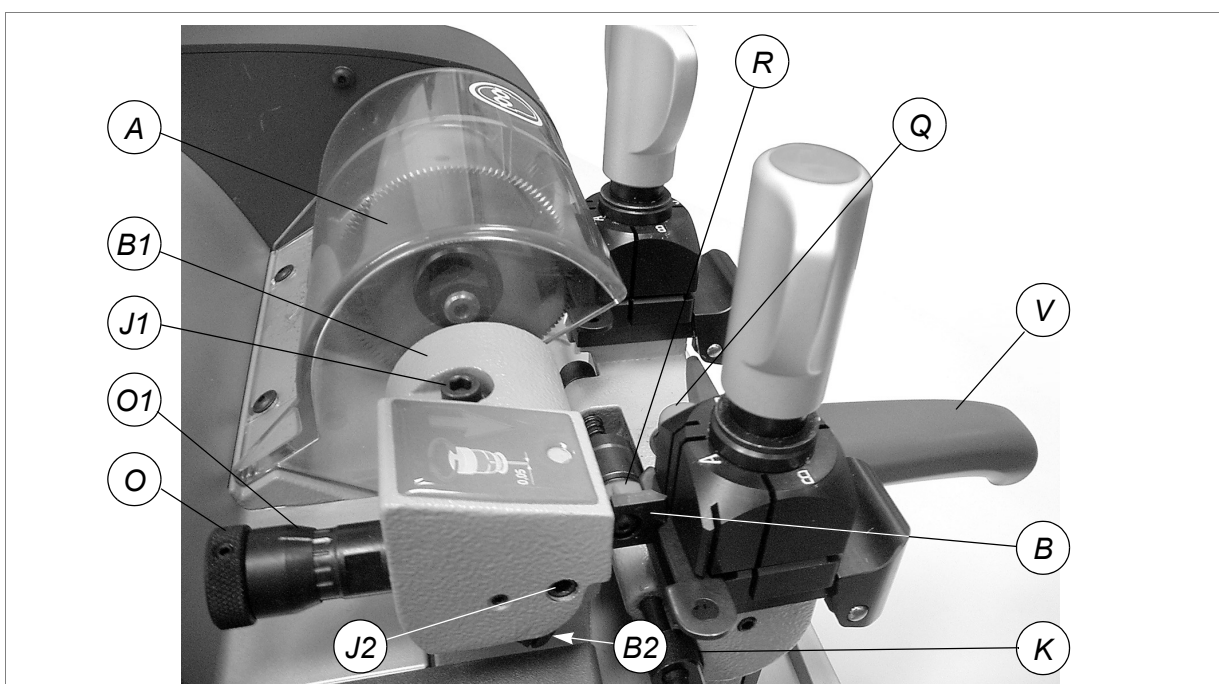

Fig. 17
- a) draai de blokkeerschroef van de taster (J2) los (fig.17, pag.15).
- b) draai de draaiknop (O) in wijzerzin om de taster naar voor te brengen.
- c) draai de draaiknop (O) in tegenwijzerzin om hem naar achter te brengen (elke graduatie op de trommel stemt overeen met 0,05 mm).
- a) houd met één hand het gekartelde deel van de draaiknop (O) vast.
- 1) Schakel de hoofdschakelaar (C) uit opdat de procedure veilig kan worden uitgevoerd (de frees kan nu niet opstarten).
- 2) Plaats de stelsleutels op de spanbekken (fig.17), met de V-vormige insnijding gericht naar de frees en taster en ga als volgt te werk:
- a) controleer dat de steunzijden goed aansluiten met de spanbekken en ijkkalibers (K) en perfect tegen de aanslagen raken.
- b) het contact van de ijkkalibers met de sleutel wordt bekomen door de trommel (R) naar zichzelf te verdraaien (omgekeerde richting dan die van de rustpositie).
- 3) Bevrijd de slede door de handgreep (V) naar beneden te brengen en druk de knop (Q) volledig in (fig.17).
- 4) Breng de stelsleutels met de V-vormige insnijding tegen de frees (A) en taster (B).
- a) draai de schroef (J1) los om de taster te verplaatsen (fig.17).
- 8) Breng de slede naar beneden met de handgreep (V) (de aankoppeling zal automatisch gebeuren).